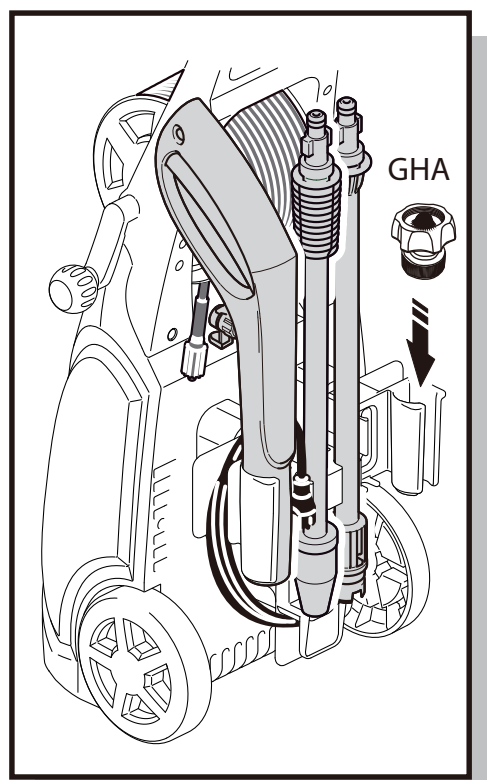

Fig. 19
- La GHA deben almacenarse en el soporte para accesorios cuando la unidad no está en uso para evitar la pérdida o daño (Fig. 19).
- Retire lance o botella de detergente de la pistola y colocarlo en el soporte para accesorios. Colocar la pistola en el soporte para accesorios en una de las ranuras. Las lanzas están presionados y almacenar en el medio círculo muescas (Fig. 19). Asegúrese de desechar cualquier resto de detergente desde la botella. Enjuagar el biberón y cabeza de la boquilla con agua fresca para evitar atascos.